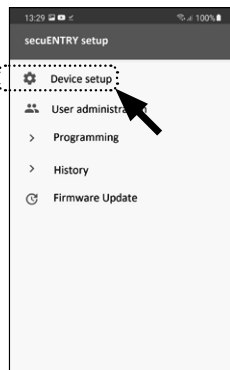

Abb. 47
- 3 Tippen Sie in dem Folgemenu auf „Device Setup“ (Abb. 47).